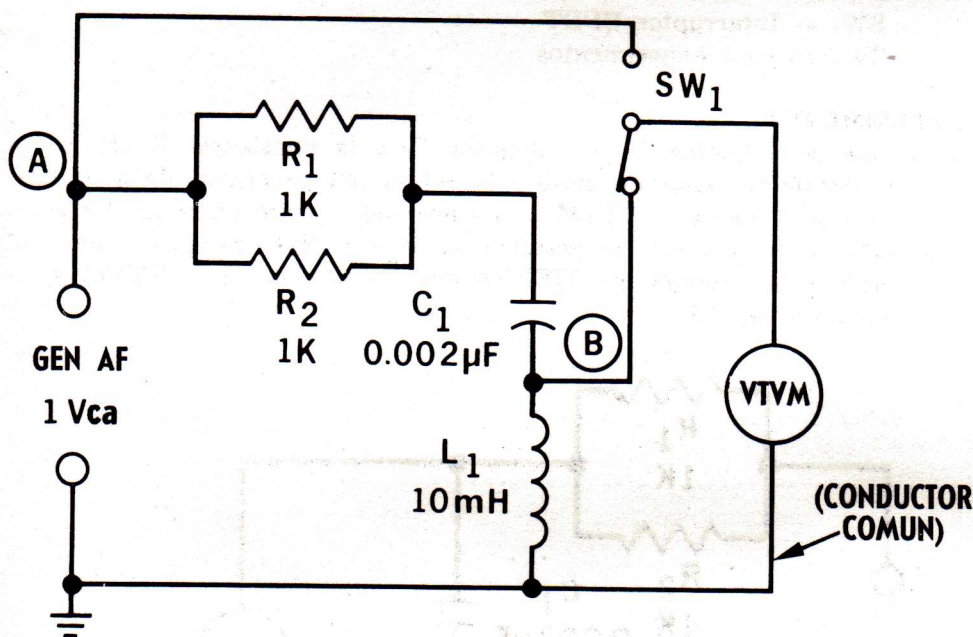

Fig. 38-2
- Inserte el interruptor UPDT en el circuito, como se muestra en la Fig. 38-2. Tenga cuidado de no alterar el ajuste de frecuencia del generador de AF durante las mediciones siguientes. Conecte el VTVM al lado vivo del generador de AF (punto A). Ajuste la salida del generador de AF exactamente a 1 volt, tomando la lectura en la escala de 5 volts del VTVM. **NOTA:** esta salida del generador, de 1 volt, debe mantenerse durante el resto de este experimento. Mida la tensión en la bobina L_1 , en resonancia, conectando el VTVM al punto B del circuito.